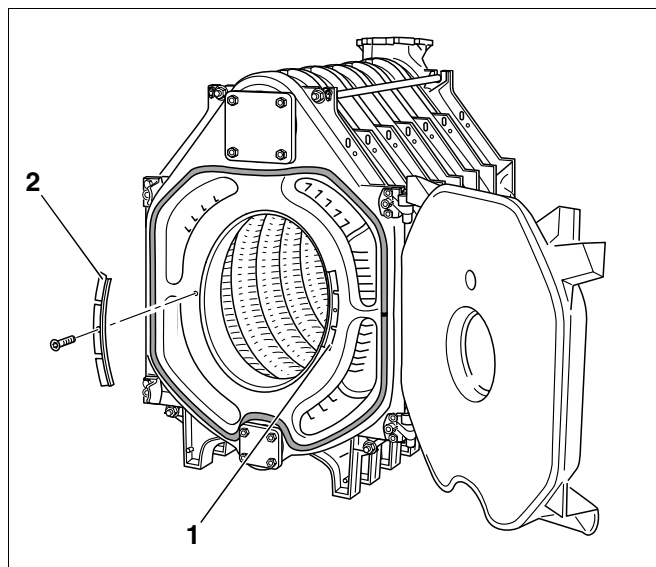

Fig. 30 Position des obturateurs de gaz de combustion
Les obturateurs de gaz de combustion (fig. 30, **pos. 1 et 2**) sont vissés en usine sur l'élément avant à l'aide d'une vis à six pans creux.